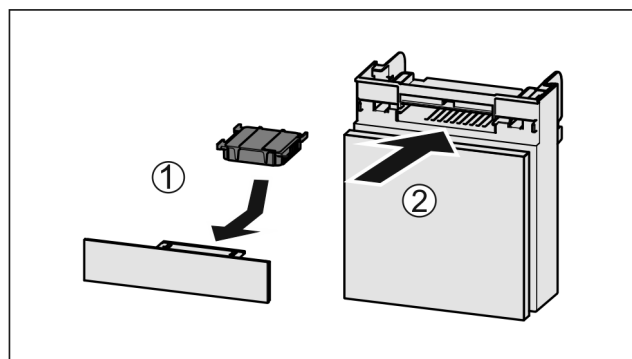

Fig. 97
- Aktivkohlefilter nach Abbildung einsetzen Fig. 97 (1).
- Fach einschieben Fig. 97 (2).